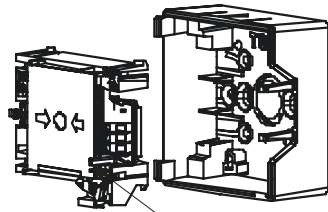

Rys. 2
2. Przy pomocy klucza otwórz obudowę (rys. 2 i 3) naciskając występnymi klucza zaczepy obudowy (rys. 2).